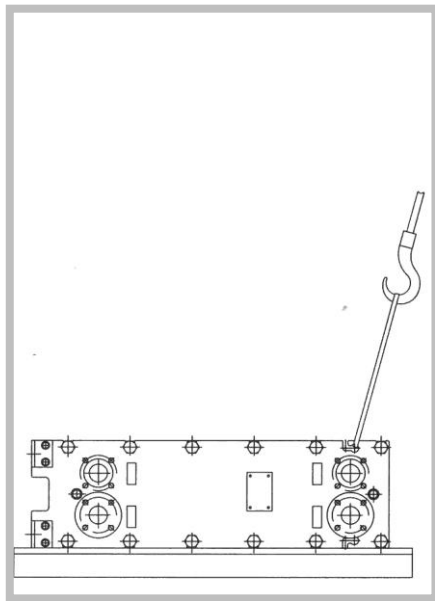

Figura 22
2. Fije los medios de sujeción en los ojales de enganche previstos en las placas del bastidor (Figura 22). No utilizar eslingas de cadena. El ICP puede resultar dañado y resbalar.